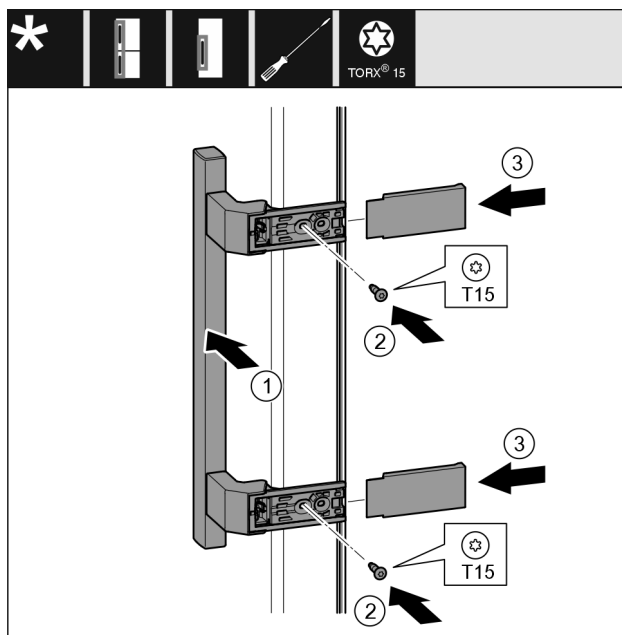

Fig. 20
- ▶ Uždėkite rankeną Fig. 20 (1) priešingoje pusėje.
- ▶ Tvirtai prisukite varžtus Fig. 20 (2) atsuktuvu.
- ▶ Uždėkite dengiamąsias plokšteles Fig. 20 (3) šone ir jas užmaukite.